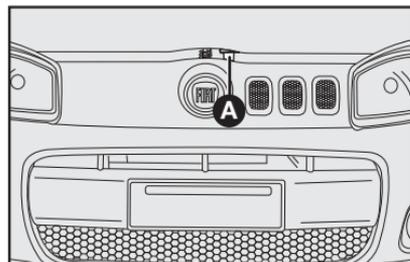

fig. 89
- 2) mover a trava localizada sob o capô para cima A-fig. 89;